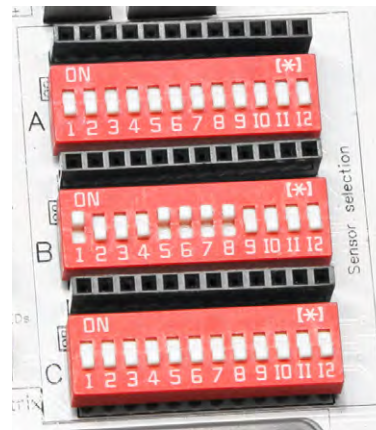

Bild 5: DIP-Schalter für die Auswahl der Sensoren (Quelle: Joy-IT)
Da nicht alle Sensoren gleichzeitig ansteuerbar sind, lassen sich diese über drei DIP-Schalter mit jeweils zwölf Schaltern, die mit A, B und C beschriftet sind, zu- und abschalten. Dabei ist es sehr wichtig zu beachten, dass jeweils nur ein Schalter pro Kanalnummer auf ON steht, um Kurzschlüsse zu vermeiden. Wird beispielsweise der Servomotor auf Kanal A9 aktiviert (ON), so sollten die Schalter B9 und C9 stets deaktiviert (in der unteren Stellung) bleiben. Im Beispiel in Bild 5 sind die Lichtschranke (B1) und die vier Steuerleitungen für den Schrittmotor (B5–B8) aktiviert.